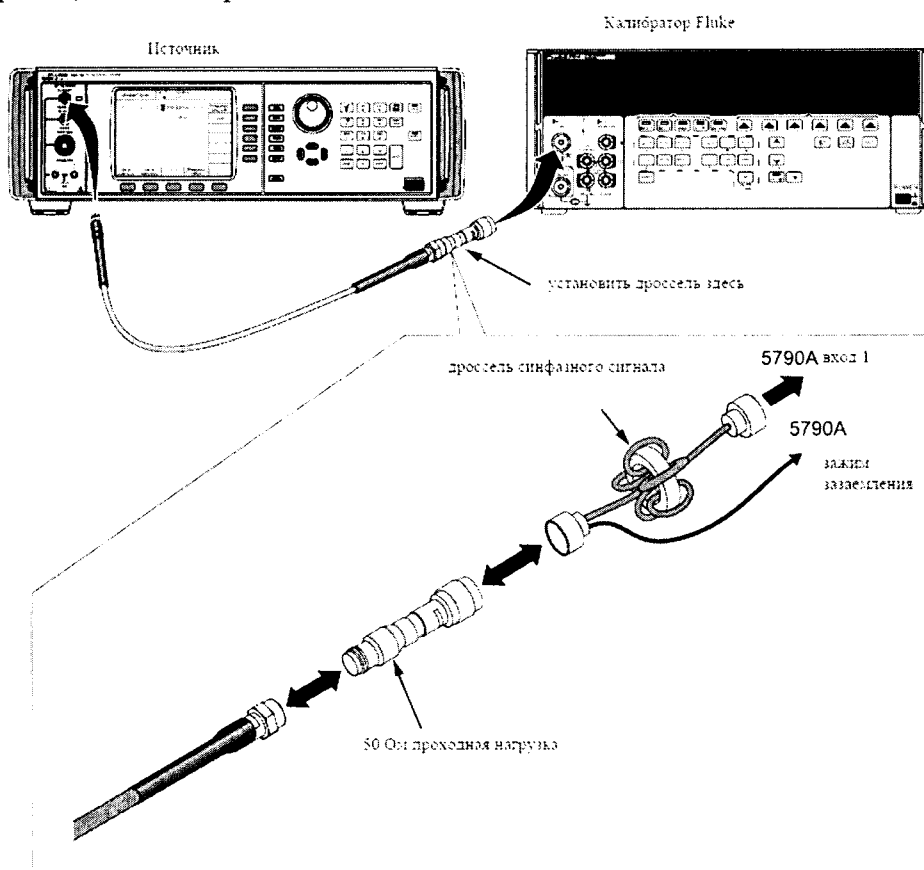

Рисунок 14.
8.17.1 Соединить преобразователь 50 Ом со входом INPUT 1 калибратора 5790А через нагрузку 50 Ом (рисунок 14).